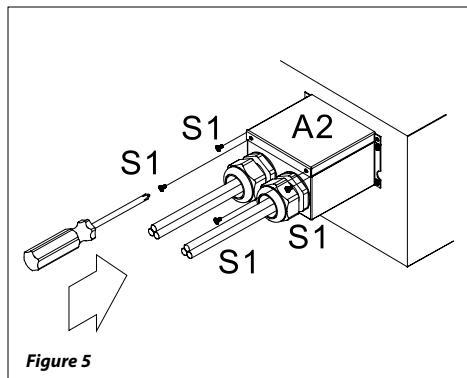

Figure 5
- Fixer le couvercle des boîtiers à l'aide des vis prévues à cet effet. Voir Fig. 5.